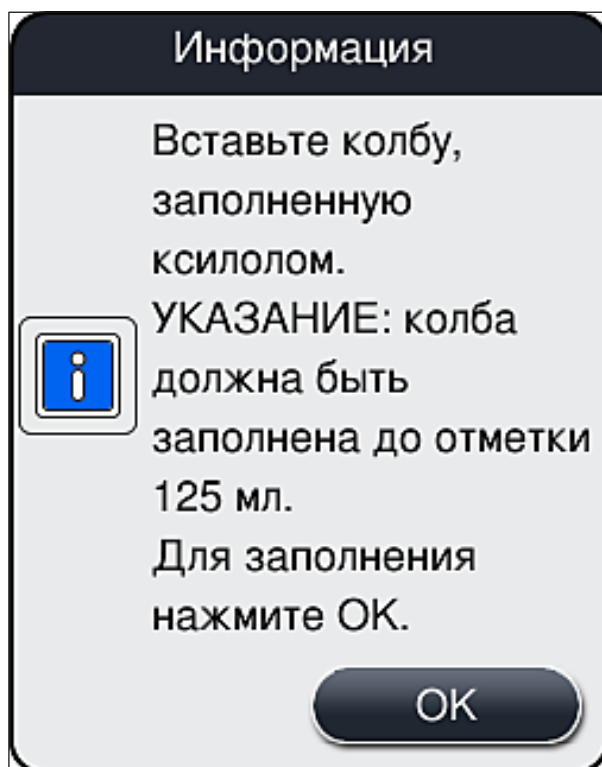

Рис. 102
10. Подтвердите информационное сообщение (→ Рис. 102) нажатием на **ОК**.